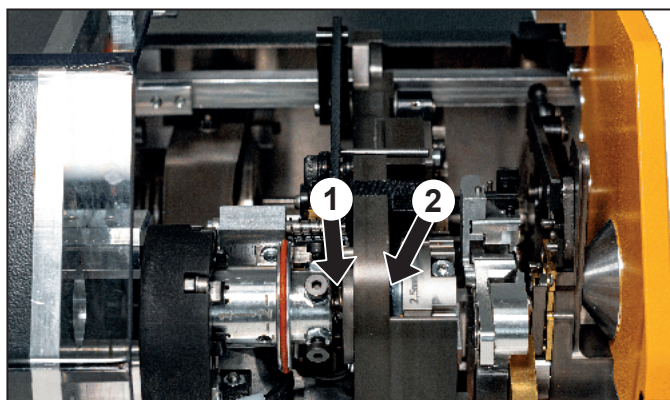

Bild 7.4 Smörjställen crimptrumma
- Smörj crimptrumman på smörjställe 1, se Bild 7.4.
- Tryck crimptrumman åt höger och smörj den på smörjställe 2, se Bild 7.4.